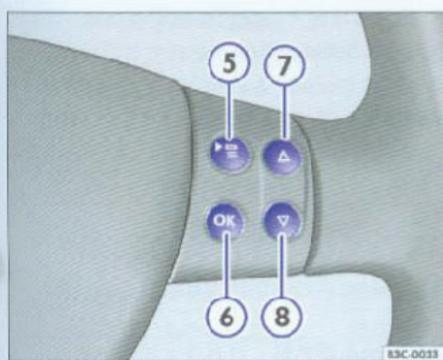

图14 多功能方向盘右侧
- 按压按钮⑤→图14，直至显示器显示Settings菜单。
- 按压多功能方向盘的按钮⑤⇒15页，图14，
- 按压多功能方向盘的按钮⑤⇒15页,图14。